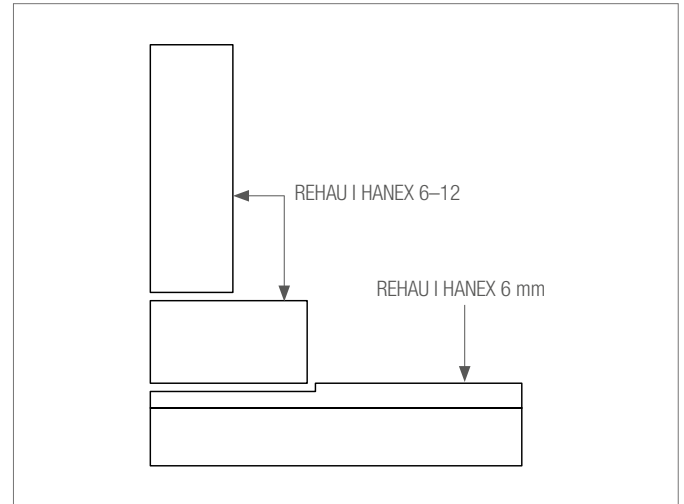

Abb. 6-24 Wandanschluss mit Hohlkehle
3. Schicht auf den Kanten des Edelstahlrahmens. Auch die Verschraubung des Edelstahlrahmens mit den Ausschnittkanten wird mit dem Hitzeschutzband abgedeckt (Abb. 6-24)